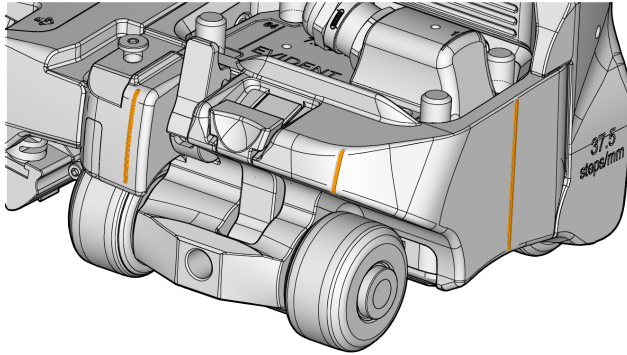
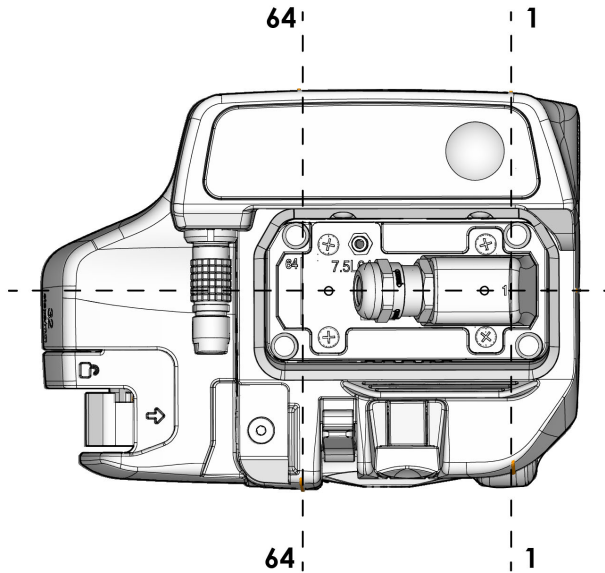

Abbildung 1-5 Rillen am Fahrgestell
Abbildung 1-6 Erstes und 64. Element des Sensorarrays
Die erste und letzte (64) Elementposition des Sensorarrays und die Sensormittelachse sind als vertikale Rillen auf dem Fahrgestell angegeben (siehe Abbildung 1-5 auf Seite 28 und Abbildung 1-6 auf Seite 28).